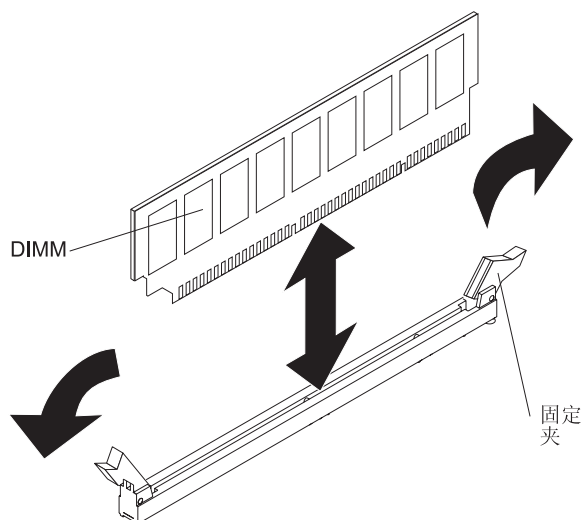

图 22. 安装 DIMM
4. 将 DIMM 插入接口（请参阅图 22）。在 DIMM 两端同时用力，将 DIMM 垂直向下用力按入接口。当 DIMM 在接口中牢固就位时，固定夹会咬合到锁定位置。如果 DIMM 与固定夹之间留有间隙，则 DIMM 未正确安装。打开固定夹，卸下 DIMM，然后将其重新插入。